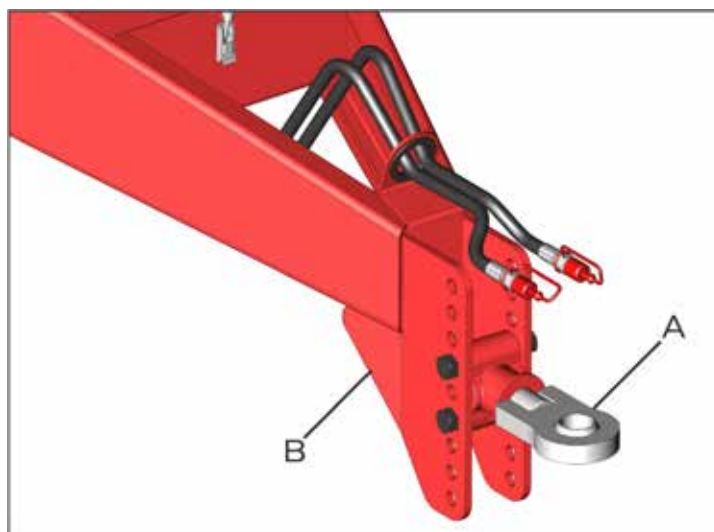

fig. 21
O nivelamento longitudinal da semeadora é obtido através da mudança de posição do engate do cabeçalho (A) (fig. 21), utilizando a furação de regulagem no cabeçalho (B).